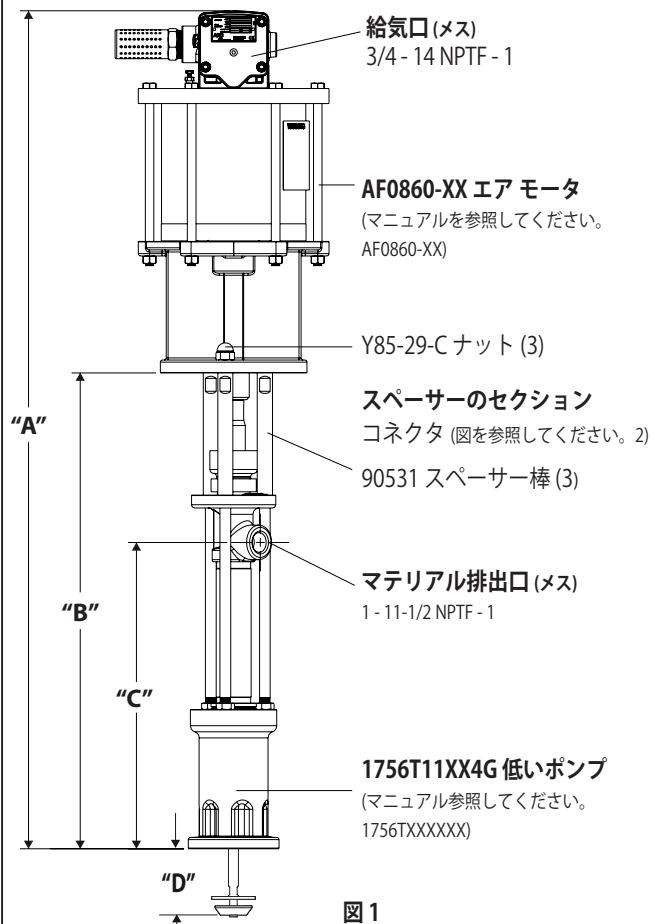

図 1
2. 3つの(Y85-29-C) ナット 3 スペーサー棒から削除します (90531)。(図 1 を参照)。